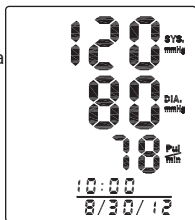

Fig. 3
- Una vez finalizada la medición, su presión arterial y el pulso de lectura de los resultados se muestran en la pantalla al mismo tiempo, Fig 3.